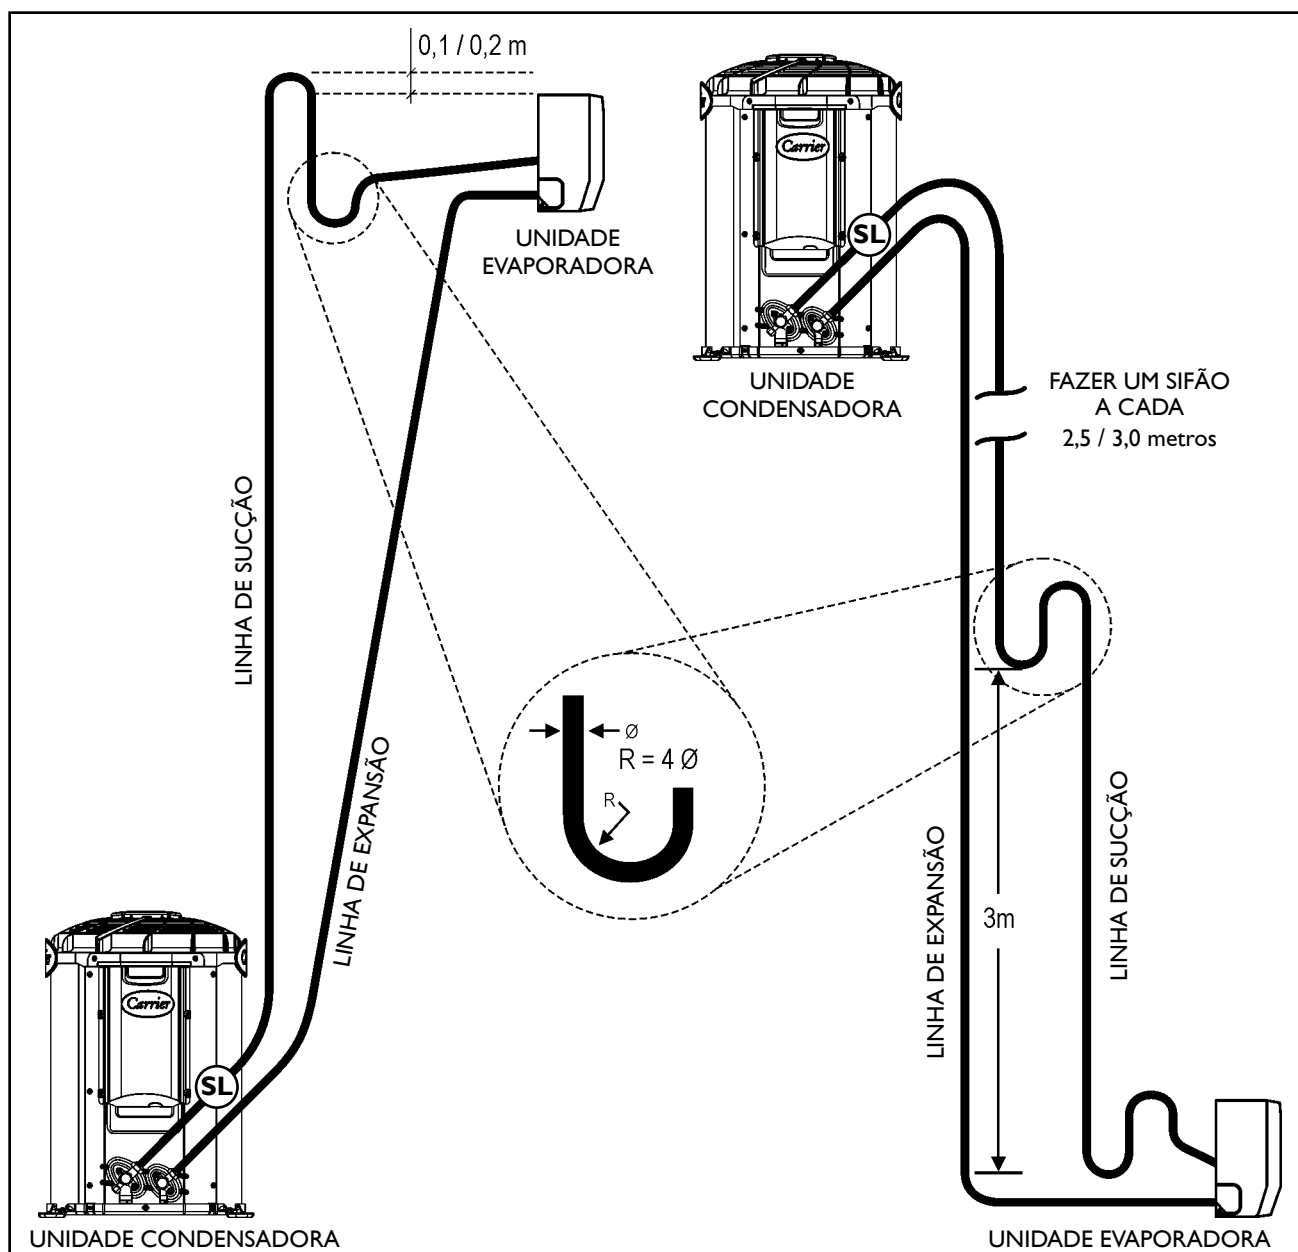

FIGURA 26 - SIFÃO NAS LINHAS DE SUÇÃO
- 2º Elevar a linha de expansão acima da unidade condensadora antes de ir para a unidade evaporadora (0,1m para modelos 38K_007 a 012 e 0,2m para 38K_018, 38K/KP_022, 38K_030 e 38X_030), quando a unidade evaporadora estiver abaixo da unidade condensadora. (Figura 26)
- 3º Elevar a linha de sucção acima da unidade evaporadora antes de ir para a unidade condensadora (0,1m para modelos 38K_007 a 012 e 0,2m para 38K_018, 38K/KP_022, 38K_030 e 38X_030), quando a unidade evaporadora estiver acima ou no mesmo nível da unidade condensadora. (Figura 26)
5º Fazer sifões nas subidas da linha de sucção a **cada 2,5m** para os modelos 38K_007 a 012 e a **cada 3,0m** para os modelos 38K_018, 38K/KP_022, 38K_030 e 38X_030, incluindo a base (saída da evaporadora). Caso o desnível seja menor que 3m faça apenas na base. (Figura 26)
6º Inclinare as linhas horizontais de sucção no sentido do fluxo. (Figura 26)
- 9º Deve ser instalado um separador de líquido (isolado termicamente e da radiação - fora da unidade externa), na sucção junto a entrada da unidade condensadora, com capacidade volumétrica de retenção de líquido refrigerante como indicado na tabela ao lado. Veja a posição conforme a indicação SL na figura 26).
- * No caso de haver desnível entre 4 e 5 metros entre as unidades e estando a evaporadora em nível inferior, deve ser instalado na tubulação de sucção um sifão para cada 3 metros desnível (ver figura 26).
- * Nas instalações em que estiverem a unidade condensadora e a evaporadora no mesmo nível ou a evaporadora em um nível superior, deve ser instalado logo após a saída da evaporadora, na tubulação de sucção, um sifão, seguido de um “U” invertido, cujo nível superior deste deve estar ao mesmo plano do ponto mais alto do evaporador. Convém também informar que deverá haver uma pequena inclinação na tubulação de sucção no sentido evaporadora-condensadora (ver Figura 26).